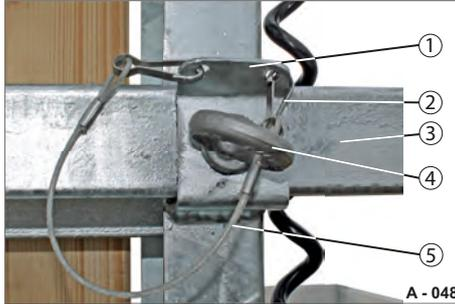

Abb. 70 Ringschraube gesichert
► Karabiner (Abb. 70/2) aus der Halterung (Abb. 70/1) lösen.